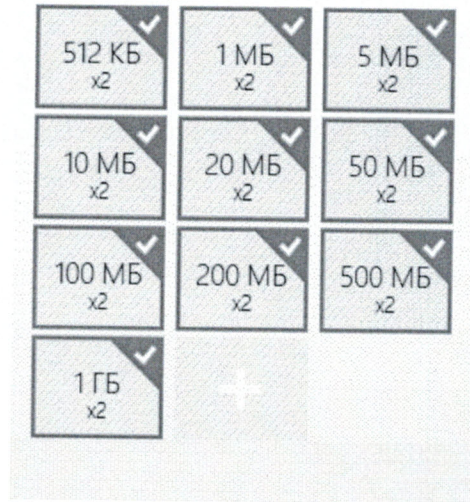
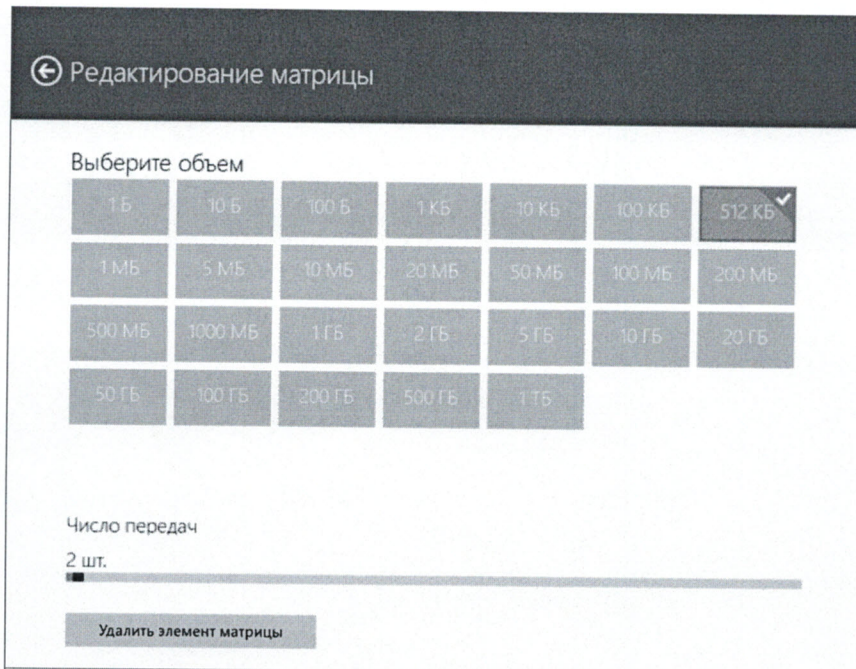

Рисунок 13
Рисунок 14
6.2.1.1 В главном окне программы в столбце “Матрица эталонов” рисунок 13 щелчком правой кнопки манипулятора «мышь» по соответствующему элементу матрицы войти в меню настройки “Редактирование матрицы” для выбора файлов соответствующих объемов и количества передач каждого из них при проведении измерений (рисунок 14). Редактирование выполнять с учетом характеристик модификации поверяемого зонда.